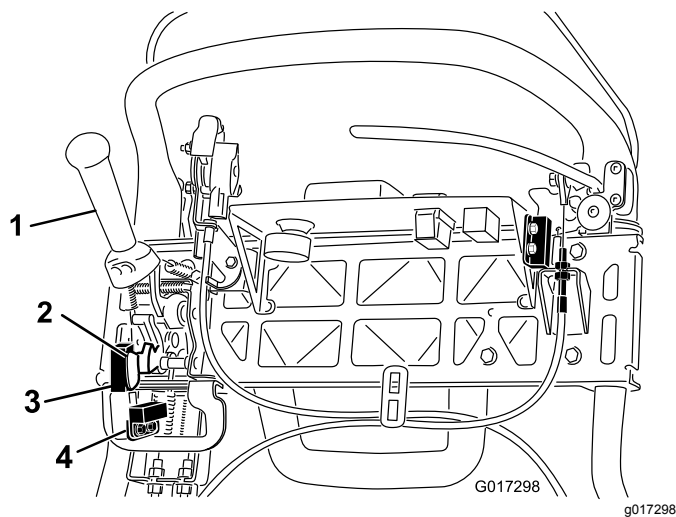

Figura 44
- Desaperte as juntas de montagem do interruptor de segurança (Figura 44).
- Coloque uma cunha de 1,6 mm entre a alavanca de tração e o interruptor de segurança (Figura 44).
- Desaperte as fixações do sensor de corte (Figura 44).
- Coloque um calço de 1,6 mm entre a bandeira do sensor de corte e o sensor de corte (Figura 44).